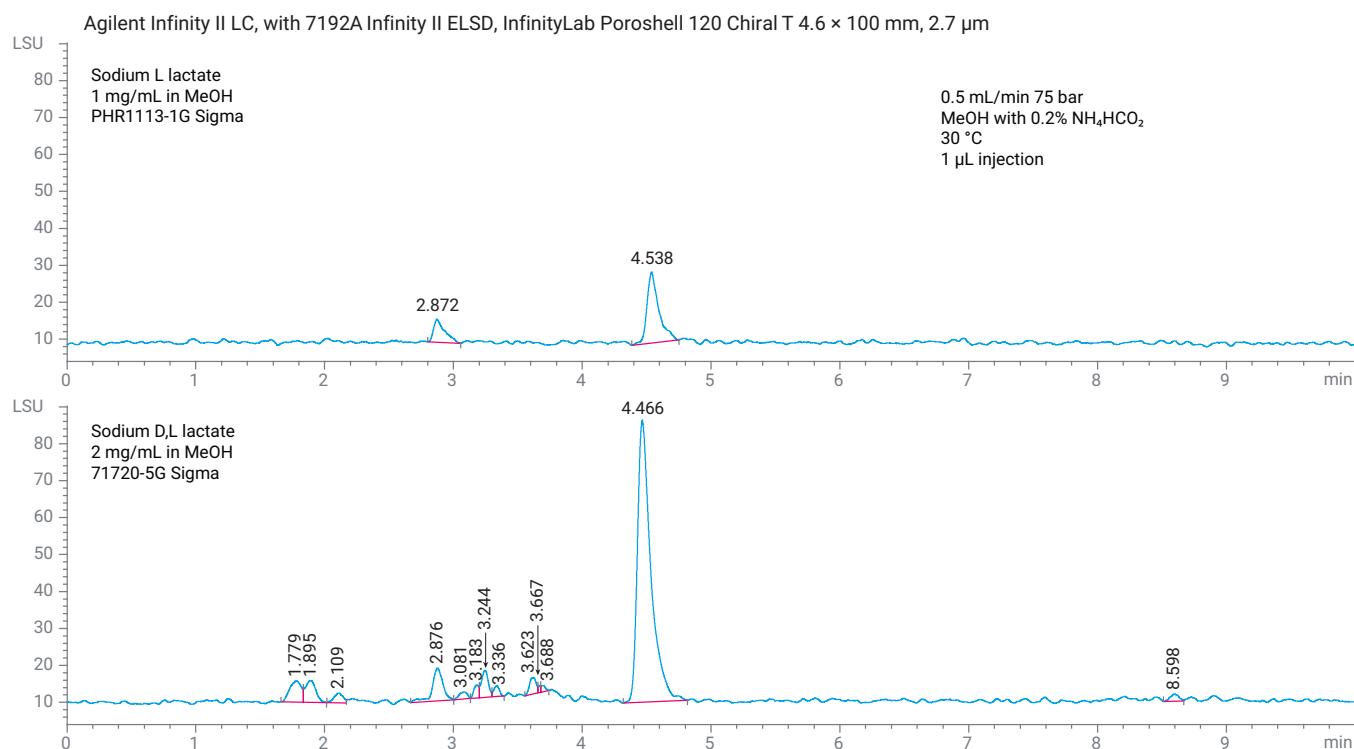
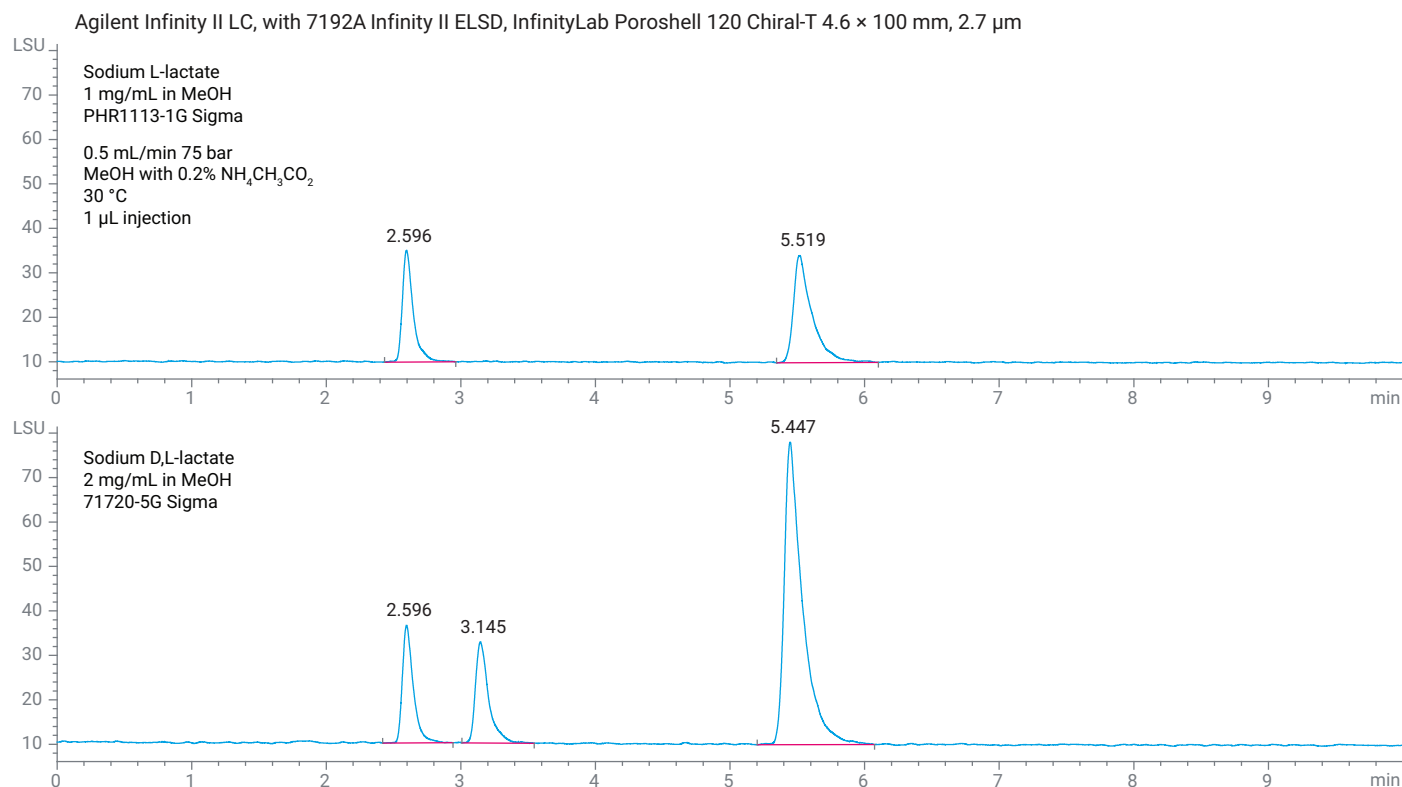

図 2. 0.2 % ギ酸アンモニウム中の D,L-乳酸ナトリウムの分離
図 3. 0.2 % 酢酸アンモニウム中の D,L-乳酸ナトリウムの分離
0.2 % ギ酸アンモニウム を使用した初期スクリーニングは L 乳酸ナトリウムである程度の成功を示しましたが、D,L-乳酸のクロマトグラムではピーク形状が不良でした (図 2)。2 番目の実験では、ギ酸アンモニウムを 0.2 % 酢酸アンモニウムに変更しました。これにより、3 つのピークがすべて良好に分離され、優れたピーク形状が得られました (図 3)。最適化の試みとして、酢酸アンモニウムの濃度を下げたところ、最後のピークのリテンションタイムは大幅に長くなりましたが、分離能が大幅に向上することはありませんでした (図